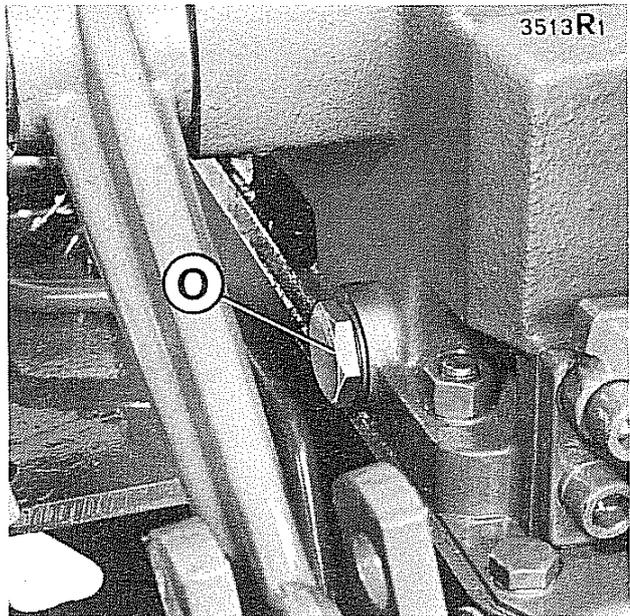

Fig. 31 - Scarico olio nel sollevatore.
- Qualora si presenta la necessità di scaricare l'olio idraulico del sollevatore svitare il tappo O (fig. 31) posto sul fianco sinistro del carter sollevatore.